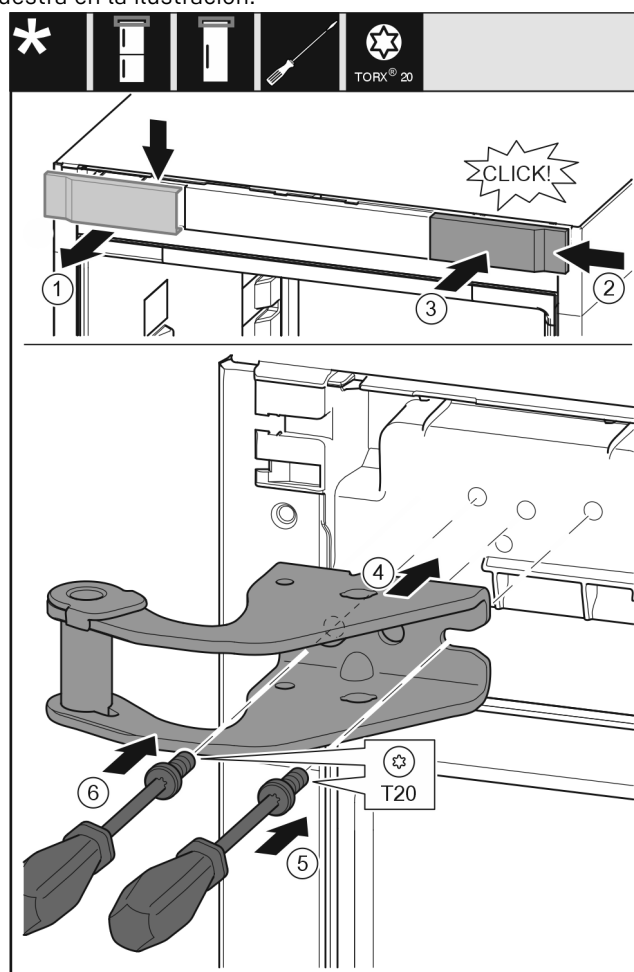

Fig. 31
- Retirar la cubierta desde arriba hacia delante. Fig. 31 (1)
- Enganchar por la derecha la cubierta girada 180° en el otro lado. Fig. 31 (2)
- Encajar la cubierta. Fig. 31 (3)
- Colocar el soporte de apoyo superior. Fig. 31 (4)
- Colocar y apretar el tornillo con el destornillador T20. Fig. 31 (5)
- Introducir y apretar el tornillo con el destornillador T20. Fig. 31 (6)